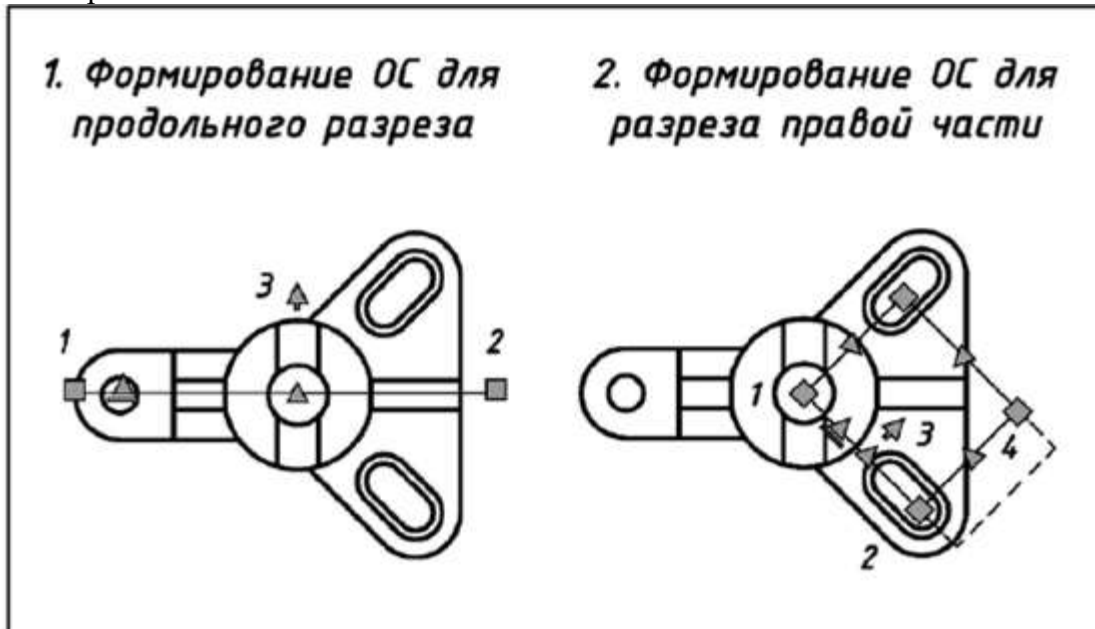

Рис. 2.33 'Сапы формирования сложного ломаного разреза детали командой **SECTIONPLANE (СЕКПЛОСКОСТЬ)**
- 1) sectionplane / опция Draw section (Вычертить сечение) / указывается точка 1 с привязкой **Quadrant** (Квадрант). В режиме **ОРТНО** указывается точка 2 и точка 3 для задания направления разреза. В итоге образуется **ОС** для продольного разреза (рис. 2.33);
1) sectionplane / опция Draw section (Вычертить сечение) / **Shift** + **ПЩ** мыши. Координатный фильтр .XY. С объектной привязкой **Сен** (Центр) указывается точка 1. Вводится Z=0 / **Shift** + **ПЩ** мыши. Координатный фильтр .XY. С объектной привязкой **Сен** (Центр) указывается точка 2. Вводится Z=0 / **Shift** + **ПЩ** мыши. Указывается точка 3 (направление взгляда на секущую плоскость). Построенная **ОС** представлена на рис. 2.33;
2) для выделения необходимой части детали выбирается режим *ОС Контур*: а) выделяется *ОС*; б) ЛЩ мыши по ручке меню открываются режимы *ОС*; в) из представленных режимов выбирается режим - *Контур*; г) в режиме *Контур* разрезаны будут только те объекты, которые попадут в рамку контура. Поэтому рамку контура увеличивают путем вытягивания треугольной ручки (точка 4) за пределы детали. Новое положение контура показано на рис. 2.33 штриховой линией.